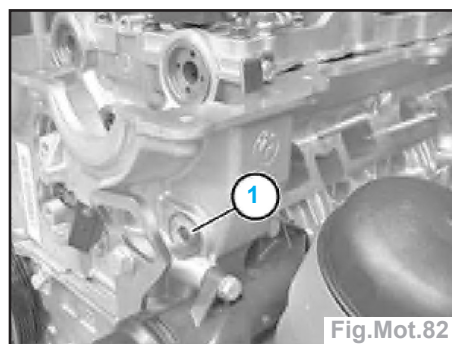

Fig.Mot.82
- Déposer le bouchon fileté (1), puis déposer le pivot du guide-chaîne se trouvant derrière (Fig.Mot.82).
- Aligner le guide-chaîne, monter le pivot du guide-chaîne et le serrer (Fig.Mot.82).
- Mettre en place et serrer le bouchon fileté (1) à 25 Nm (Fig.Mot.82).